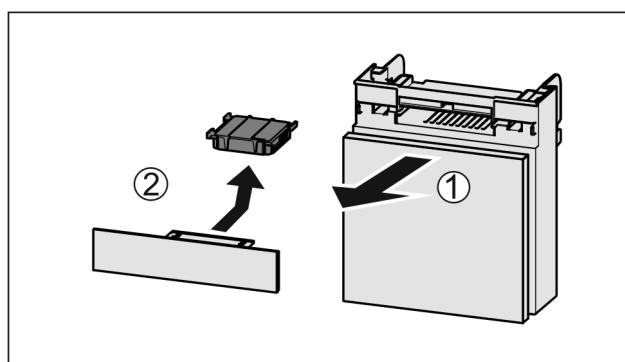

Fig. 113
- Predal izvlecite Fig. 113 (1) naprej.
- Odstranite Fig. 113 (2) aktivni ogleni filter.